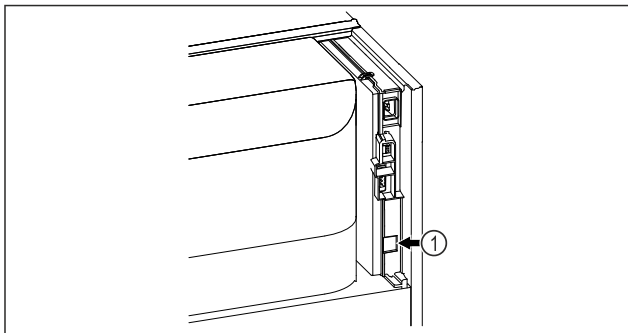

Fig. 83
- ❑ Vstavljen je SmartModule Fig. 83 (1).